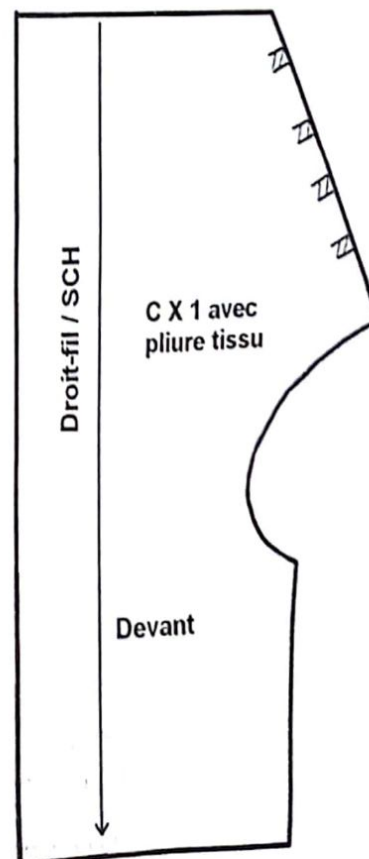

FIG. 9
- 8) Relevez le patron fini du col (fig.9) et ajoutez les valeurs de couture.